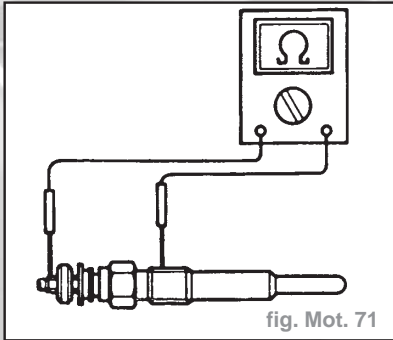

fig. Mot. 71
- Brancher l'ohmmètre et mesurer la résistance (fig. Mot. 71).
- Mesurer la continuité des bougies de préchauffage, utiliser un ohmmètre (fig. Mot. 71).
- Mesurer le passage des bougies de préchauffage, à l'aide de l'ohmmètre (fig. Mot. 71).